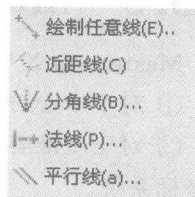

图 2-1 “绘制直线”的级联菜单
① 选择菜单“构图”|“直线”就会显示“绘制直线”级联菜单,如图 2-1 所示。
② 单击“草绘器”(Sketcher)工具栏上的“绘制任意直线”的下三角按钮,就会弹出“绘制直线”的级联菜单,如图 2-1 所示。